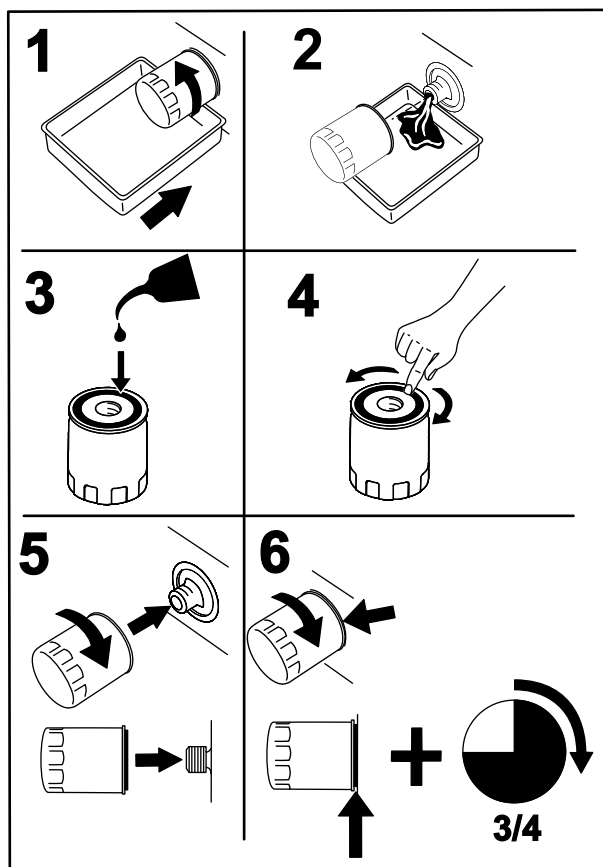

图41
4. 在机油过滤器下放置一个放油盘，并逆时针旋转过滤器，拆下过滤器（图41）。